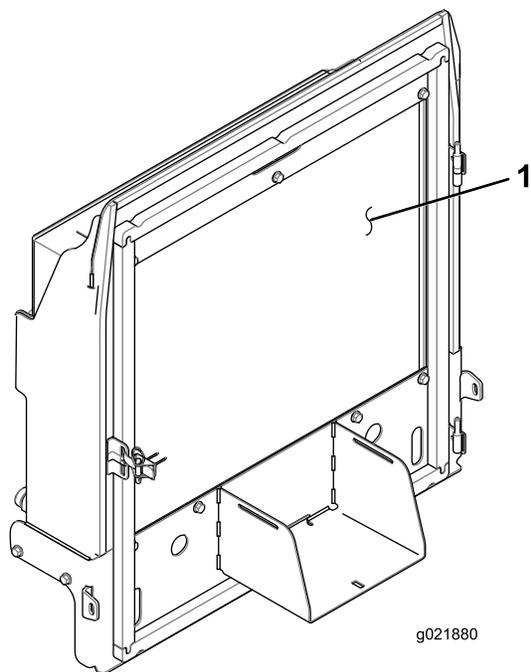

Рисунок 85
4. Тщательно очистите сжатым воздухом обе стороны радиатора/маслоохладителя (Рисунок 85).